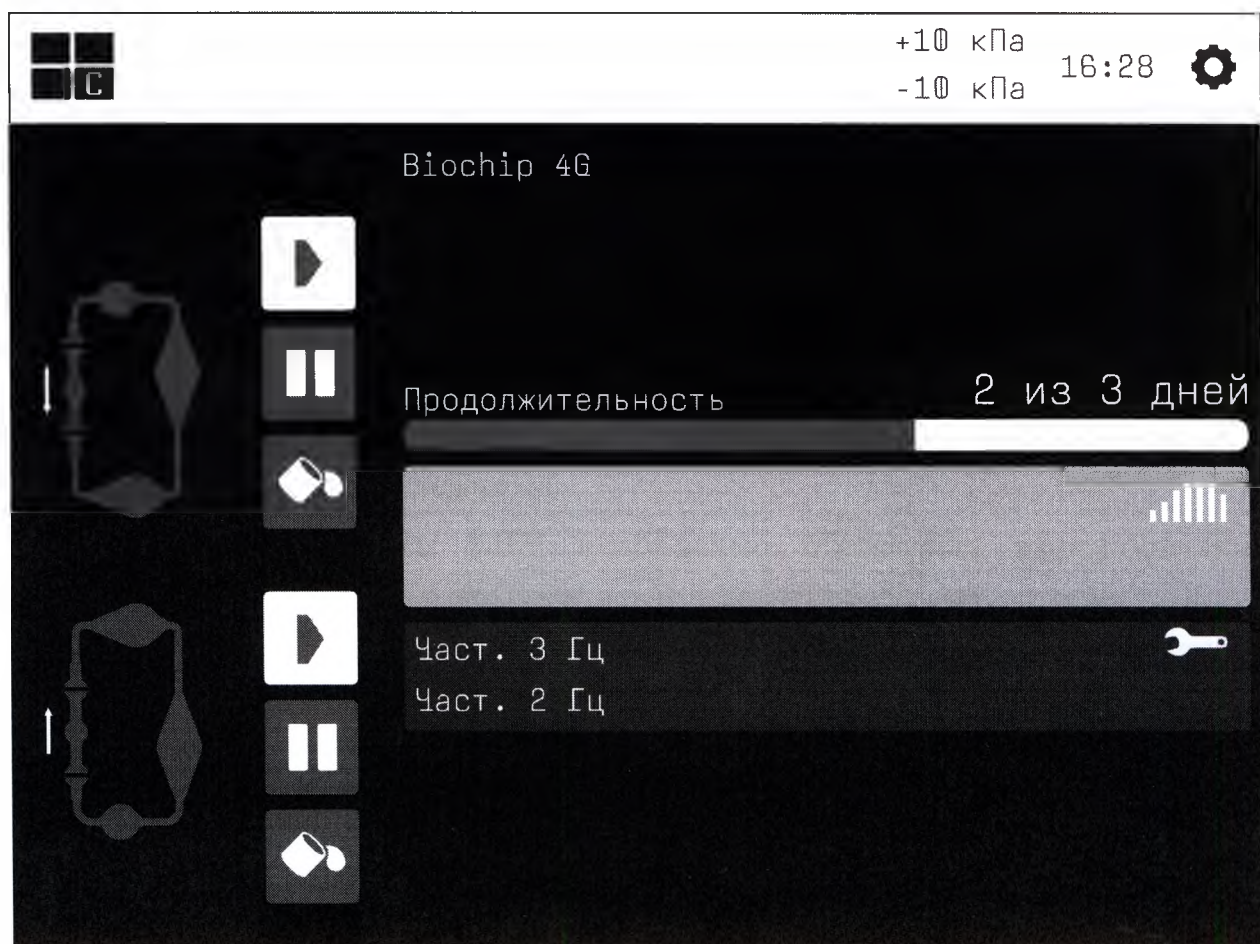

Рис. 21 - Режим перфузия.
- 16) В меню настроек чипа, при необходимости, выбрать режим перфузия (рис. 21).